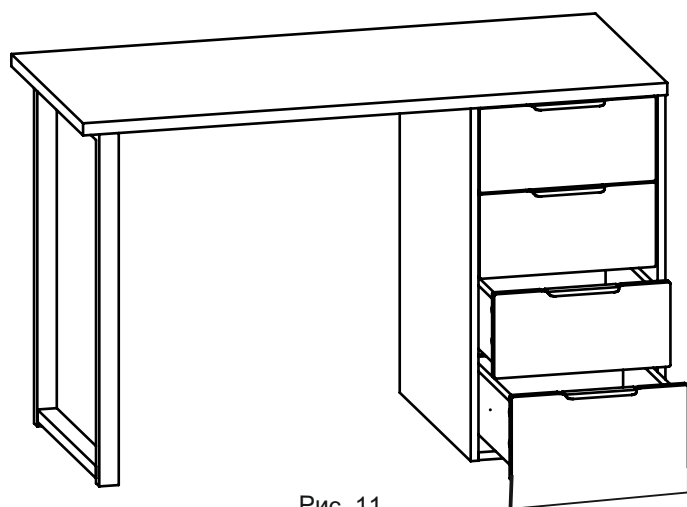

Рис. 11
11. Установите ящики в корпус стола. (рис.11)